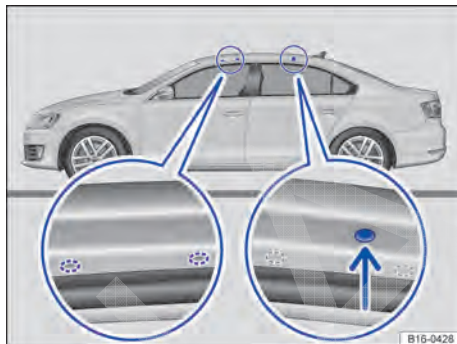

Fig. 110 Pontos de fixação dos suportes de base.
As marcações para fixação na frente encontram-se nos lados inferiores das vigas do teto → **Fig. 110** (lupa esquerda). As marcações e furos para fixação atrás encontram-se nos lados inferiores das vigas do teto.
- Fixar os suportes de base somente nas perfurações e marcações indicadas na figura → Fig. 110.